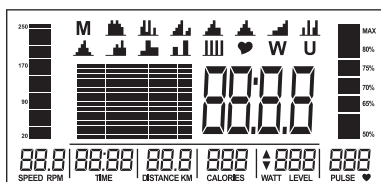

Fig. 1
1. Collegare l'alimentazione: il computer si accende e visualizza tutti i segmenti sul display per 2 secondi (Fig. 1).